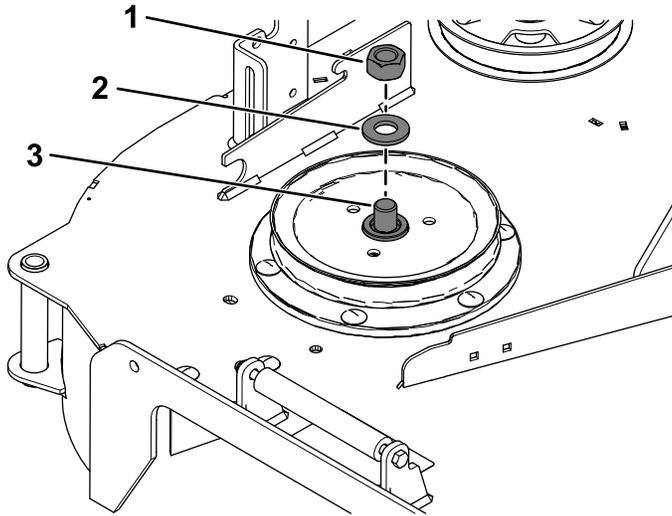

Bild 19
- Halten Sie die Spindelwelle mit einem Schraubenschlüssel ($1\frac{1}{2}$ " fest, wenn Sie die Sechskantmutter ($\frac{3}{4}$ " und die Unterlegscheibe von der Spindelwelle entfernen (**Bild 19**).